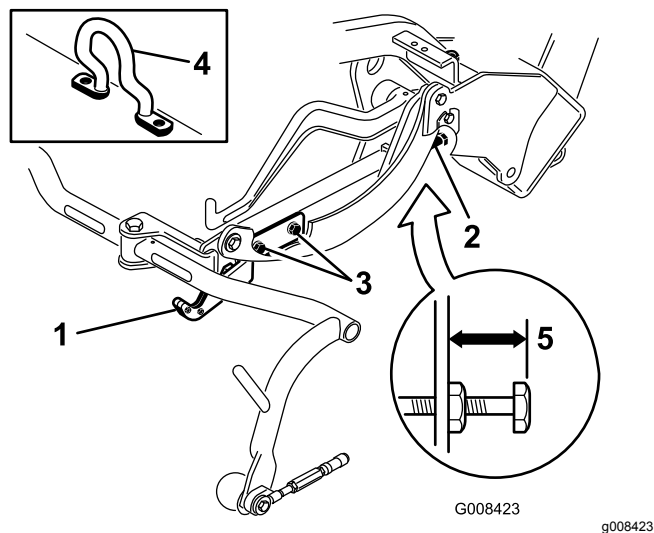
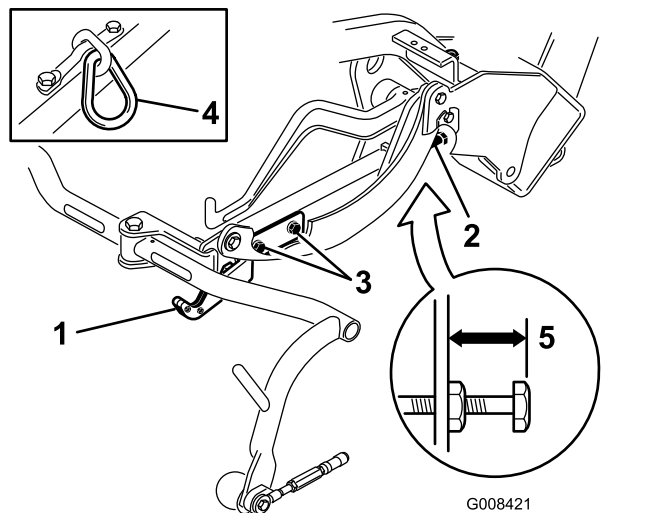
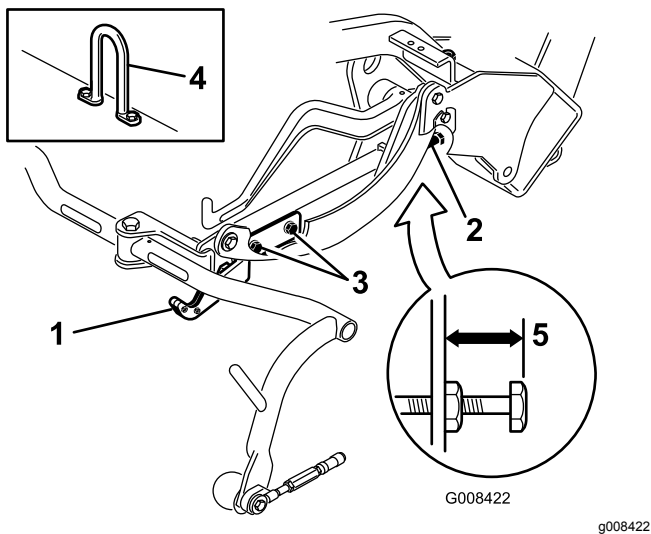

图12
图13
图14
检查行驶高度 图13 和 图14 必要时进行调节。
2. 在配备偏置吊钩的滚刀组 图12 插页上确认从承载架调节螺丝的顶部到承载架背面的距离是否为 25mm。如果距离不是 25mm 请转至步骤 4。
3. 在配备链节或垂直吊钩的滚刀组 图13 和 图14 插页上确认从承载架调节螺丝的顶部到承载架背面的距离是否为 22mm。如果距离不是 22mm 请转至步骤 4。如果滚刀组配备了偏置提升杆 图12 请转至下一步。
4. 拧松行走板安装螺丝图13、图14和图12。
7. 如果承载架高度不同请拧松承载架调节螺丝上的锁紧螺母图12、图13和图14。向外旋转螺丝可升起向内旋转可放低。达到适当高度后拧紧锁紧螺母。